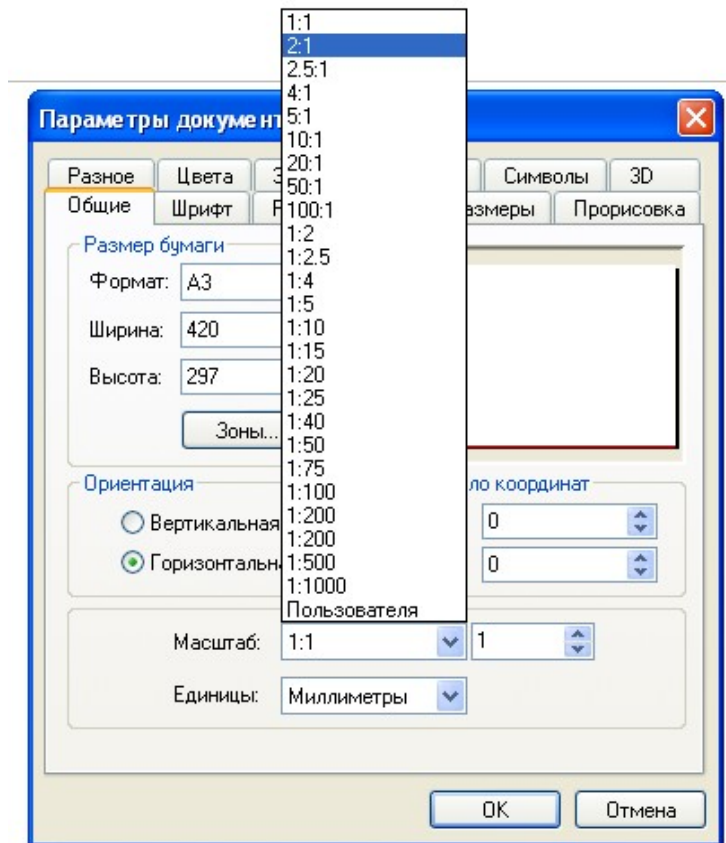

Рис. 4
3. Далее в той же закладке «**Общие**» следует выбрать масштаб **2:1** (рис. 4) и ответить «**ОК**».